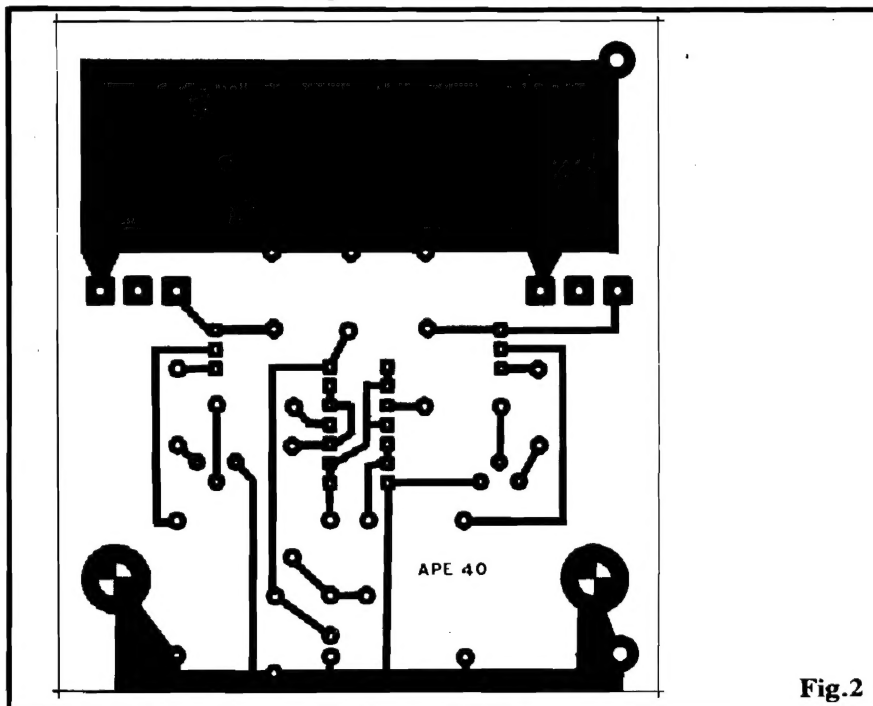

Fig.2
- **FIG. 2 - LAY OUT DO CIRCUITO IMPRESSO ESPECÍFICO** - Embora o arranjo de ilhas e pistas cobreadas seja simples, de fácil implementação mesmo pelo Leitor que ainda não seja muito "cobra" na confecção de Impressos, há que se notar alguns pontos **IMPORTANTES**: alguns dos setores mostram área cobreada bastante avantajada, e isso é absolutamente necessário, em função das "bravas" Correntes que por eles circularão... Notem ainda que os próprios furos de fixação final da placa (demarcados por "cruzeiras"...), também são "taludos", além de se encontrarem, eletricamente, "coincidindo" com a própria linha do **negativo** geral da alimentação, com o que - se os parafusos "precisarem" - mecanicamente, fazer contato direto com o **chassis** do veículo, sem problemas. Observem ainda as ilhas "robustas" destinadas aos dois transístores de Potência (cujos terminais são de calibre superior ao das "pernas" de componentes "normais"...). No mais, nenhuma complicação, um lay out pouco "congestionado", mostrado em tamanho natural (escala 1:1, na base do "carbonar" diretamente, fazer a traçagem, corroer, furar, limpar e... usar...).